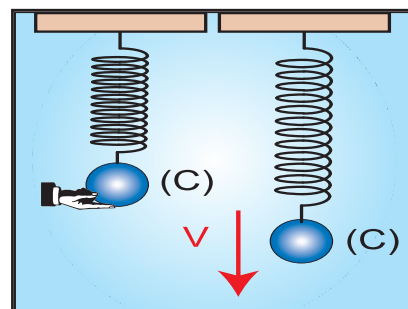

Fig .20
Utilisons un ressort accroché par une de ses extrémité à un support fixe. A l'autre extrémité accrochons un corps (C) de masse m . Lâchons le corps (C) (Fig.20).